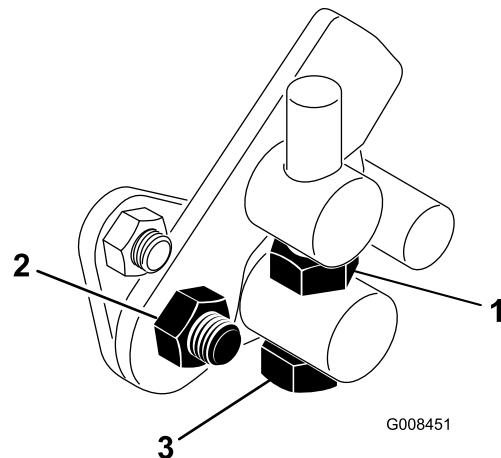

図 44
1. トランイオンボルトのジャムナットをゆるめる（図 44）。
4. トランイオンボルトのジャムナット、およびペダルピボットのナットを締め付けて調整を固定する（図 44）。調整を確認し、必要に応じて再調整する。